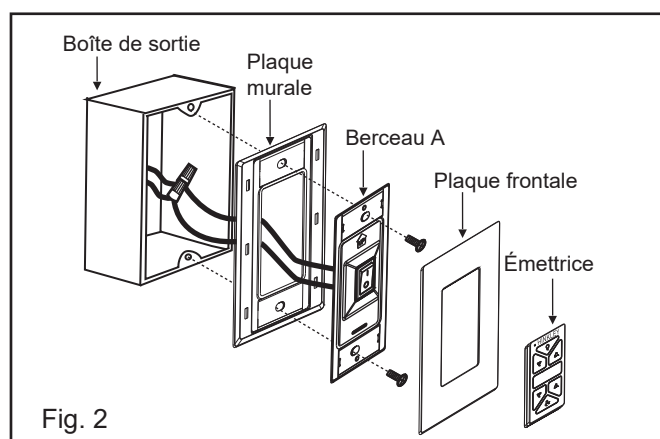

Fig. 2
2. Seat the cradle A into the wall plate. (Fig. 2)
2. Installez le berceau A dans la plaque murale. (Fig. 2)